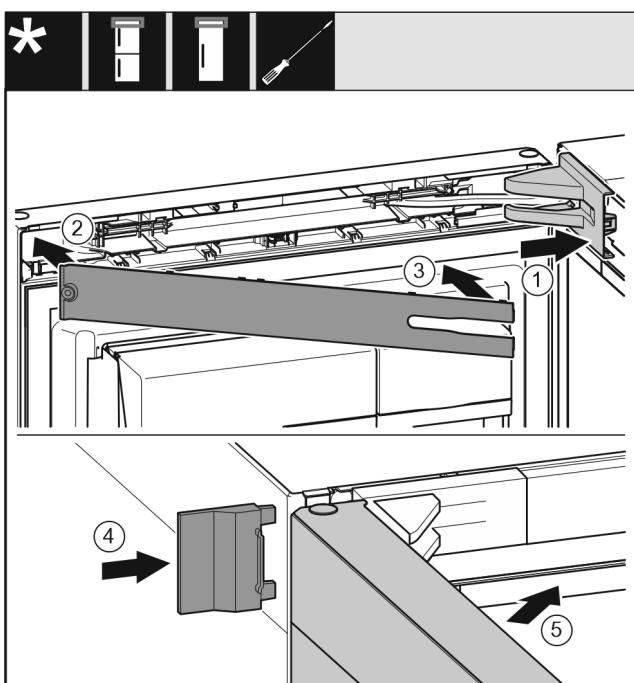

Fig. 51
- Stavite pokrov podloška ležaja i pustite ga da uskoči, po potrebi ga oprezno razdvojite. Fig. 51 (1)
- Stavite masku. Fig. 51 (2)
- Zakrenite masku i pustite da uskoči. Fig. 51 (3)
- Nataknite vanjski pokrov. Fig. 51 (4)
- Zatvorite gornja vrata. Fig. 51 (5)